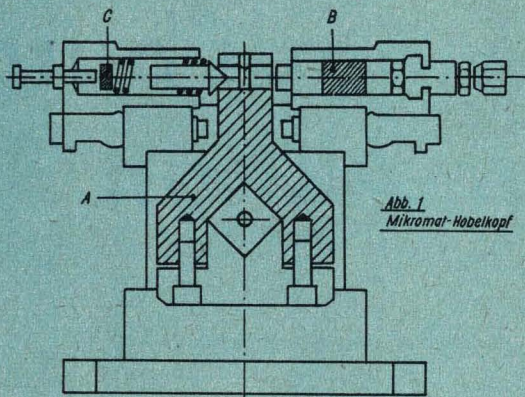

Abb. 1
Bei dem Mikromat-Hobelkopf (Abb. 1) für die Blell-Einständer-Hobelmaschine HES 800 handelt es sich um einen Doppelstahlhalter, der mit einem Schaft verschweißt ist und an dessen Ende der Steuerhebel (A) — hier in Mittelstellung — sitzt. Der Steuerhebel wird durch den Hydraulikkolben (B) beim Vorlauf der Maschine so weit nach links gedrückt, bis er gegen den Anschlag unterhalb der Druckfeder (C) stößt. Bei Rücklauf ist der Hydraulikkolben vom Öldruck befreit, und die Druckfeder drückt ihn bis zum rechten Anschlag. So führen die beiden Meißel beim Umschalten der Maschine eine Schwenkbewegung um den Drehpunkt des im Gehäuse gelagerten Stahlhalterschafte aus.